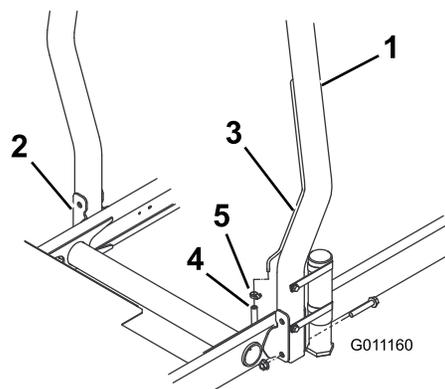

图 8
- 将翻车保护杆放低到主机安装架上对齐安装孔。确保翻车保护杆上的排气管位于机器的左侧图 8。
- 用 2 个凸缘头螺栓和 2 个锁紧螺母将翻车保护杆的两侧固定到安装架上图 8。上紧紧固件扭矩至 81N·m。